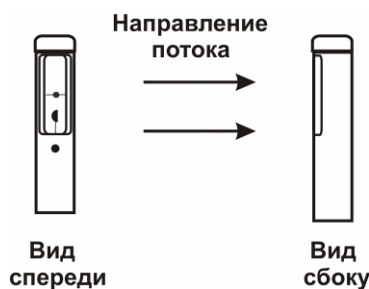

Рисунок 4.1 – Установка зонда в потоке
- 4.4 Снять защитный силиконовый колпачок с зонда, раздвинуть телескопическую трубку и установить зонд в место измерения так, чтобы точка на головке зонда была направлена навстречу воздушному потоку, рисунок 4.1.